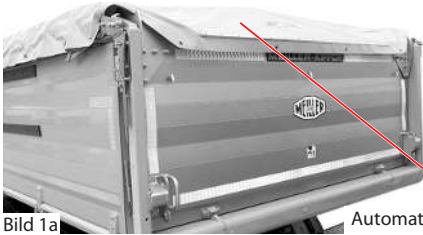

Bild 1a
- der automatische Klappspriegel ist abgesenkt (Bild 1a/1b)
1. Sicherungshebel für Handkurbel entriegeln (Bild 1a/1b).